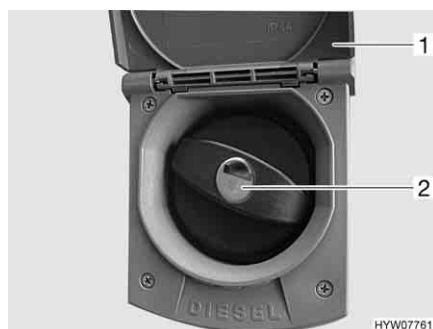

Fig. 34 Coperchio per bocchettone di riempimento per il rifornimento di carburante
- Alzare lo sportello (Fig. 34,1) verso l'alto.
- Inserire la chiave nel cilindro della serratura (Fig. 34,2) e ruotare in senso antiorario.